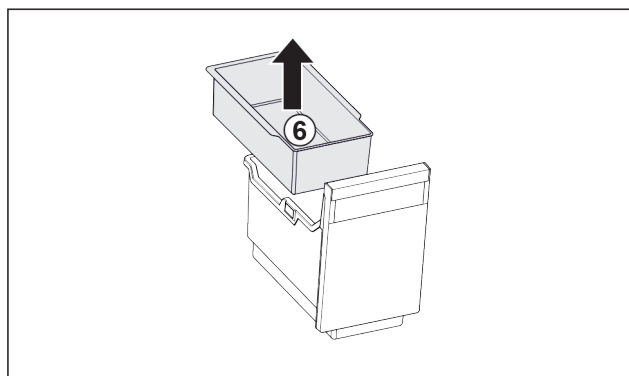

Fig. 105
- ▶ Extrageți tava suspendată Fig. 105 (6).